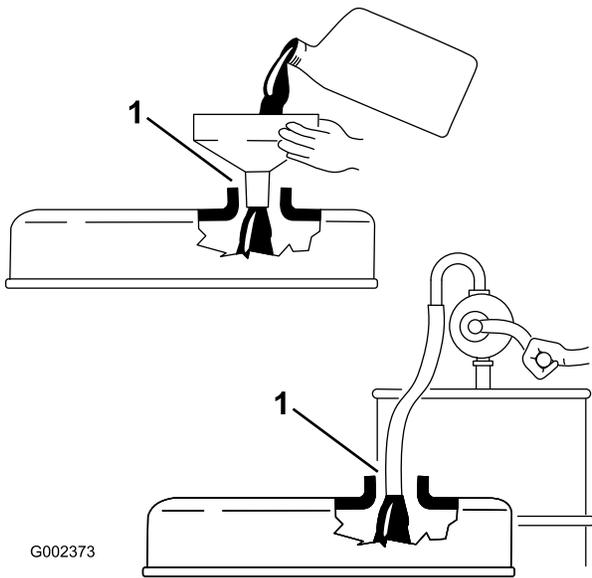

图27
**重要事项：** 确保为发动机添加机油时已取出量油尺。当添加机油或注油时，气门室盖内的注油设备与注油孔之间**必须有**空隙，如图27所示。此空隙是注油时准许通风所必需的，可以防止油溢入通气孔。